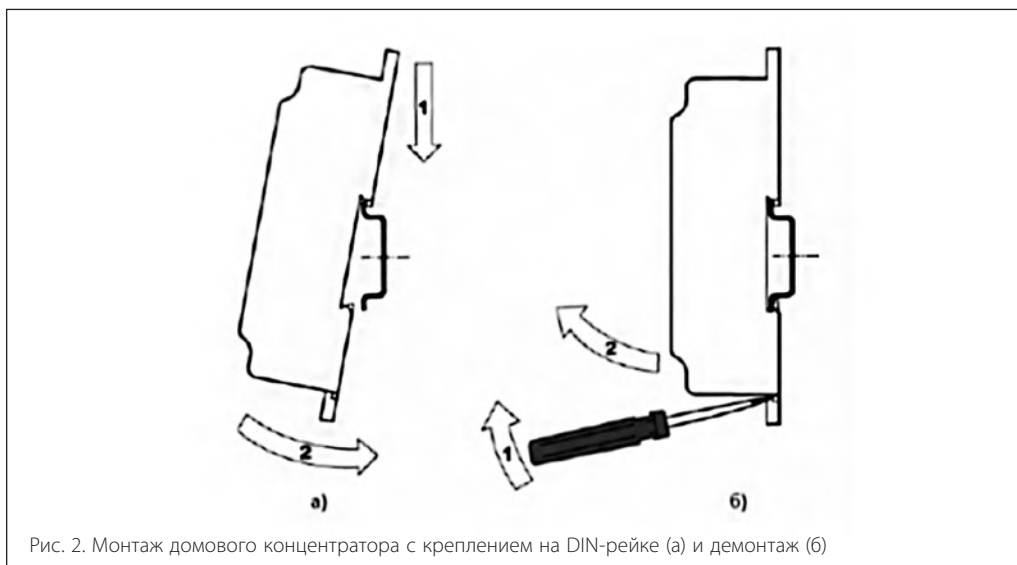

Рис. 2. Монтаж домового концентратора с креплением на DIN-рейке (а) и демонтаж (б)
- Приложить домовый концентратор к DIN-рейке, как показано на рис. 2а, и защелкнуть в направлении стрелки 2.
Для снятия домового концентратора с DIN-рейки необходимо вставить острие отвертки в прощину защелки (рис. 2б) и отжать защелку по стрелке 1, после чего снять корпус прибора с DIN-рейки по стрелке 2.